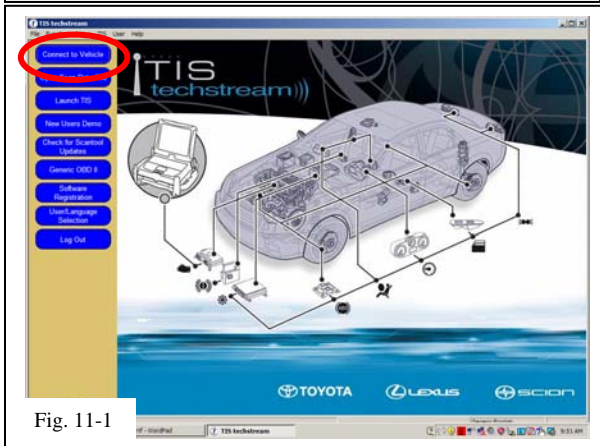

Fig. 11-1
- (d) Click “**Connect to Vehicle**” button. (Fig. 11-1)